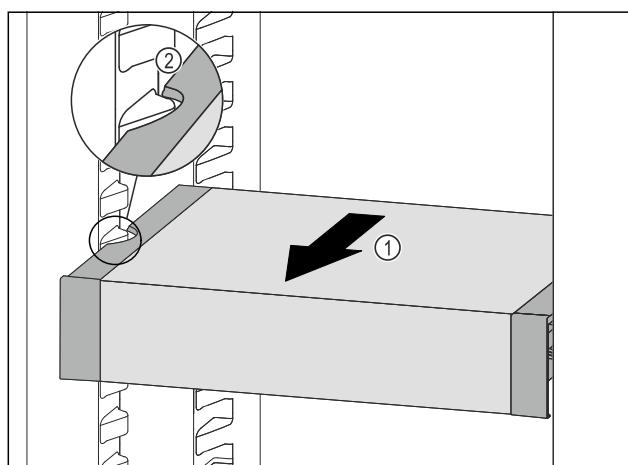

Fig. 82
- Изтеглете VarioSafe напред *Fig. 82 (1)*, докато страничните прорези на VarioSafe се намират на височината на реброто на съда в хладилната част. *Fig. 82 (2)*